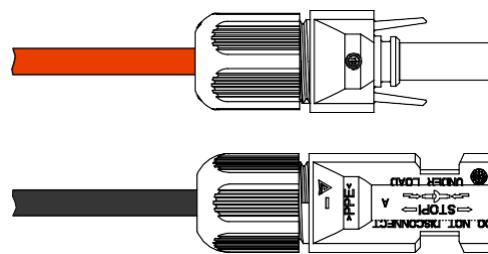

Figura 3-19 Aperte as porcas de vedação
**Etapa 4** Aperte as porcas de vedação do conector positivo e negativo nas respectivas capas de isolamento conforme mostrado na Figura 3-19.